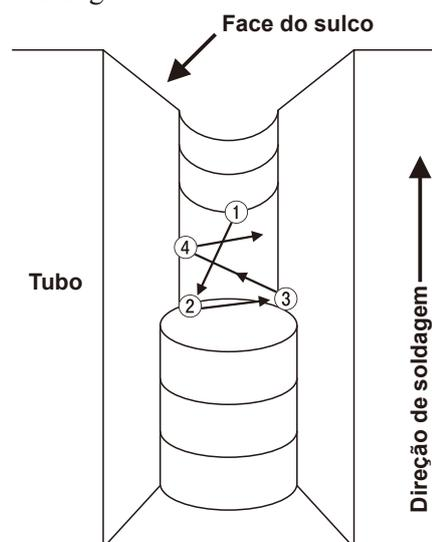

Fig. 5 — A Técnica de retroceda na soldagem de posição vertical-para cima das tubulações
- (2) Utilizar a técnica de retroceda ("Backstep") na ignição do arco para impedir a ocorrência de porosidade na área a partir do cordão de solda, tal como ilustrado na Fig. 5. Esta figura mostra a técnica de retroceda na posição vertical-para cima na soldagem de um tubo horizontal fixa. Esta é uma prática comum para todos os eletrodos de baixo hidrogênio.